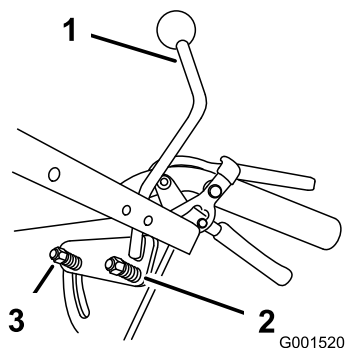

Figure 39
**Remarque:** Si le point mort n'est pas constant, vérifiez que les deux ressorts sont bien serrés sur le levier de changement de vitesse sous la console, en particulier le ressort de pivot arrière. Répétez les réglages ci-dessus au besoin (Figure 39).